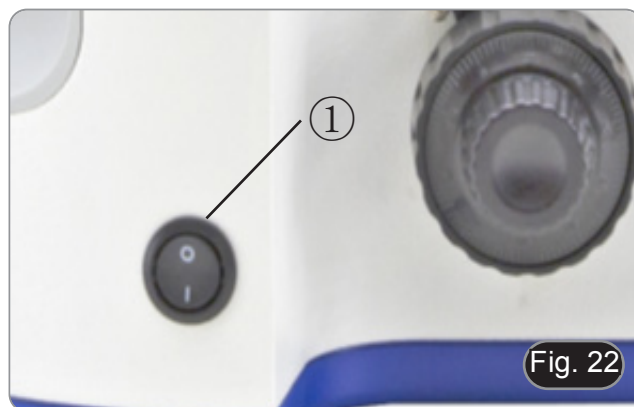

Fig. 22
Pour activer l'illuminateur de lumière transmise, tourner l'interrupteur principal ①, situé sur le côté gauche du support, en position "1". (Fig. 22)